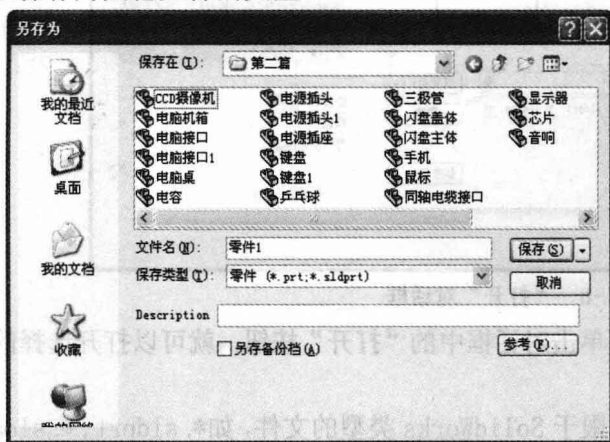

图 1-8 “另存为”对话框
❶ 此时系统打开如图 1-8 所示的“另存为”对话框。在对话框中的“保存在”一栏用于选择文件存放的文件夹；“文件名”一栏用于输入要保存的文件名称；“保存类型”一栏用于选择所保存文件的类型。通常情况下，在不同的工作模式下，系统会自动设置文件的保存类型。
在如图 1-8 所示的“另存为”对话框中，可以将文件保存的同时保存一份备份文件。保存备份文件，需要预先设置保存的文件目录，操作步骤如下：